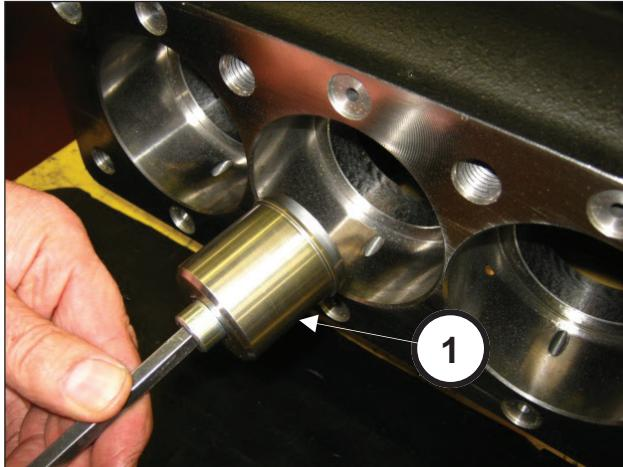
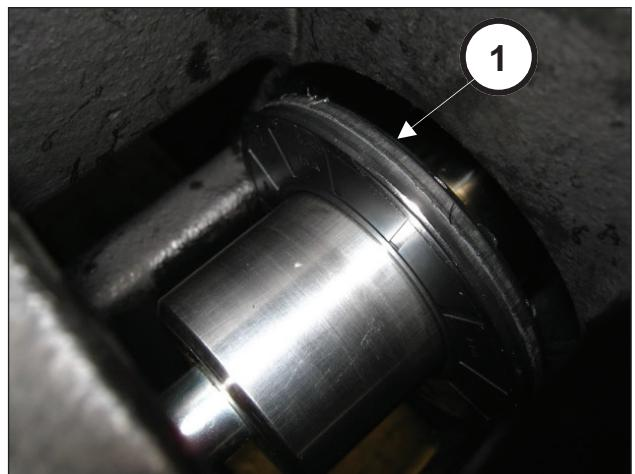

Abb. 34
Abb. 35
Setzen Sie das Werkzeug (Pos. ①, Abb. 34) ein und drehen Sie es bis auf Anschlag auf der Stange fest (Pos. ①, Abb. 35).